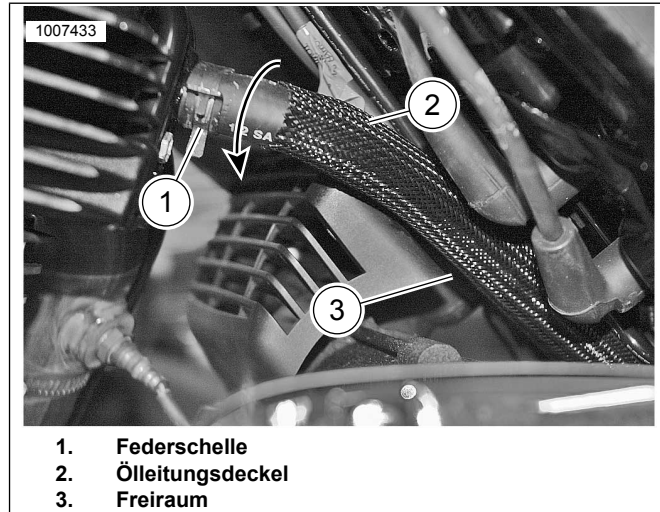

Abbildung 3. Hinterer Ölleitungsdeckel
- a. Siehe Abbildung 3 . Steckerkabel neu positionieren, falls erforderlich.
- b. Obere Ölleitungsschlauch-Federschelle (1) lösen und oberen Ölleitungsschlauch nur vom Kopf entfernen.
- c. Ölleitungsschlauch-Federschelle (1) vom Schlauch entfernen.
- d. Deckel über hinteren Ölleitungsschlauch (2) anbringen. Deckel 25,4 mm (1 in) von der oberen Federschelle am hinteren Ölleitungsschlauch positionieren.
- f. Den Schlauch mit lockerer Federklemme für maximalen Abstand zwischen Lüftergehäuse und Ölleitungsschlauchabdeckung drehen (3).